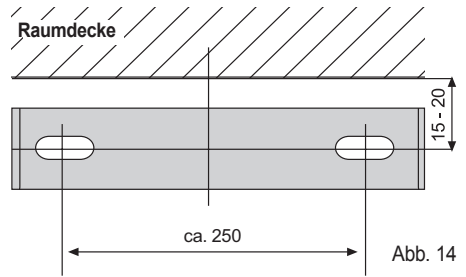

Abb. 14
An den den Falzen des Grundschaftes (3) links und rechts ist jeweils eine kleine Nase nach innen gebogen. Diese beiden Nasen müssen in die Aussparungen des Montagebleches für den Grundschaft (10) einrasten (Abb. 14).